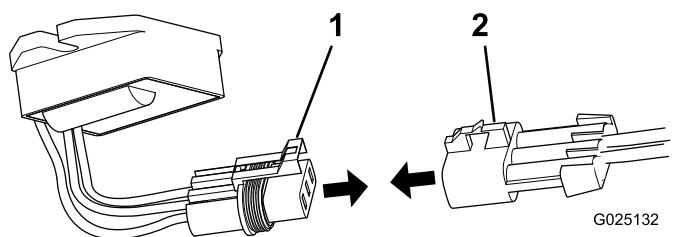

Figura 7
- Conecte el enchufe del regulador al enchufe correspondiente del arnés de cables del contador de horas inalámbrico (Figura 7).